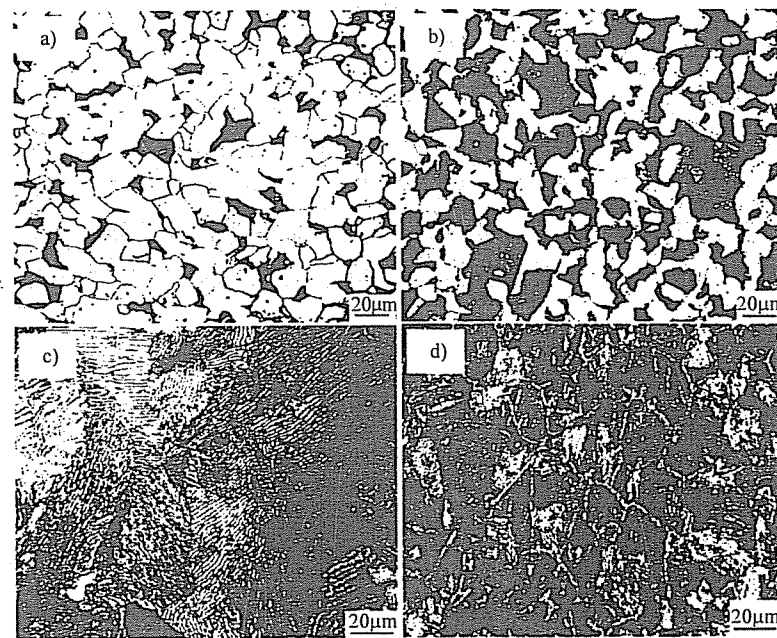

图 25-3 第三题第 4 小题图
4. (8分) 图 25-3 所示为四种不同碳含量的碳钢的室温平衡组织, 试估计它们各自的碳质量百分数  $w_c$ 。